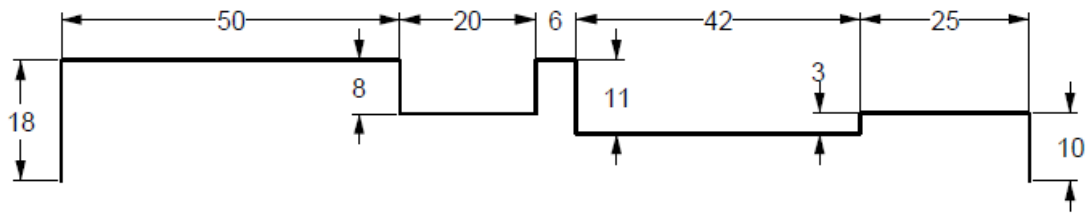

Figura 2.72 Perfil de eje.
- Crear la siguiente geometría como una línea continua introduciendo las posiciones en la casilla Introducir comando, empezando con la línea vertical de longitud 18 con origen en 0 (Figura 2.72):